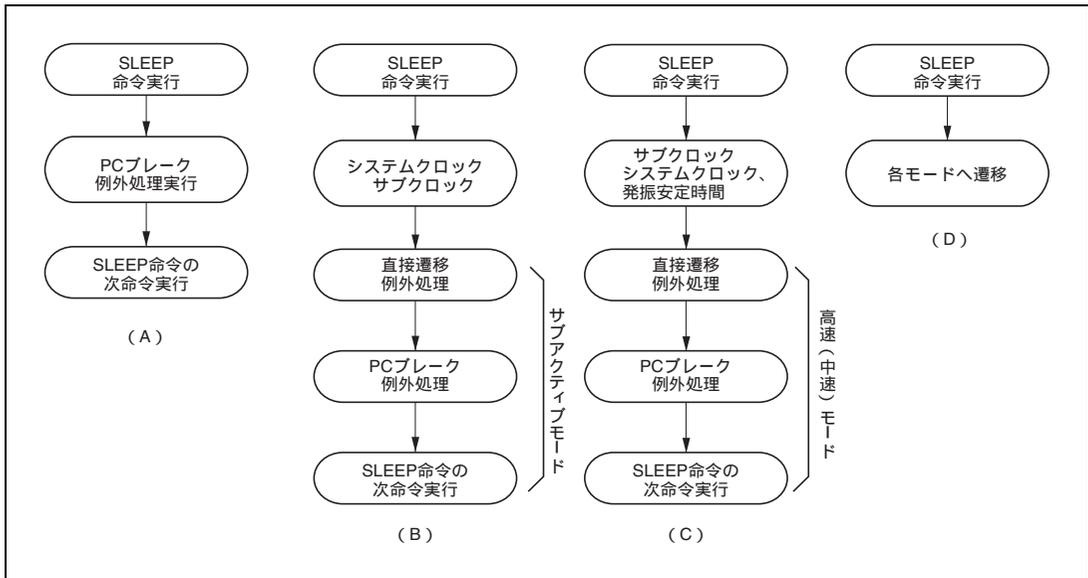

図 6.2 低消費電力モード遷移時の動作
(1) SLEEP 命令により高速 (中速) モードからスリープモードへ、サブアクティブモードからサブスリープモードへ遷移する場合
SLEEP 命令実行後、スリープモード、サブスリープモードへ遷移しないで、PCブレーク例外処理を実行します。PCブレーク例外処理実行後、SLEEP 命令の次のアドレスの命令を実行します (図6.2 (A))。
(2) SLEEP 命令により高速 (中速) モードからサブアクティブモードへ遷移する場合
SLEEP 命令実行後、直接遷移例外処理を経てサブアクティブモードへ遷移します。遷移後、PCブレーク例外処理を実行、SLEEP 命令の次のアドレスの命令を実行します (図6.2 (B))。
(3) SLEEP 命令によりサブアクティブモードから高速 (中速) モードへ遷移する場合
SLEEP 命令実行後、クロック発振安定時間、直接遷移例外処理を経て高速 (中速) モードへ遷移します。遷移後、PCブレーク例外処理を実行、SLEEP 命令の次のアドレスの命令を実行します (図6.2 (C))。
(4) SLEEP 命令によりソフトウェアスタンバイモード、ウォッチモードへ遷移する場合
SLEEP 命令実行後、各モードに遷移し、PCブレーク例外処理は実行しません。ただし、CMFA、CMFB はセットされます (図6.2 (D))。